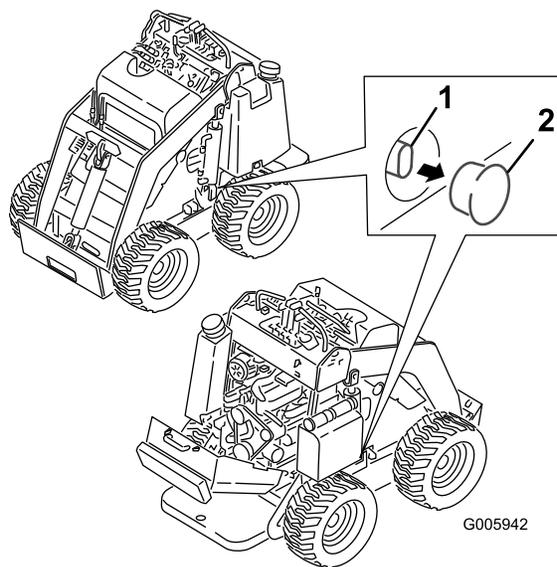

Figure 19
2. Enlevez l'obturateur de chaque vanne de remorquage, située sous chaque réservoir de carburant (Figure 19).